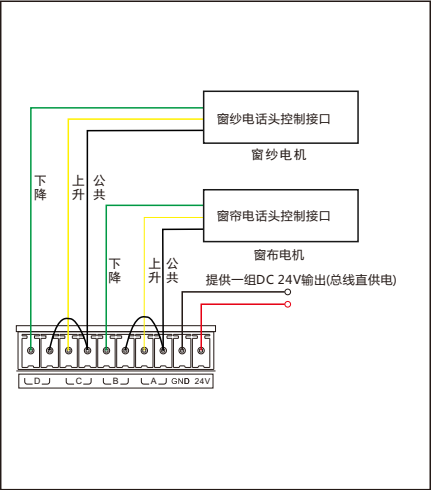

图7.窗帘接口接线
产品接线,见图7-图8
2. 窗帘接口:A、B、C、D对应1-4通道,24V、GND输出电压,(见图7)